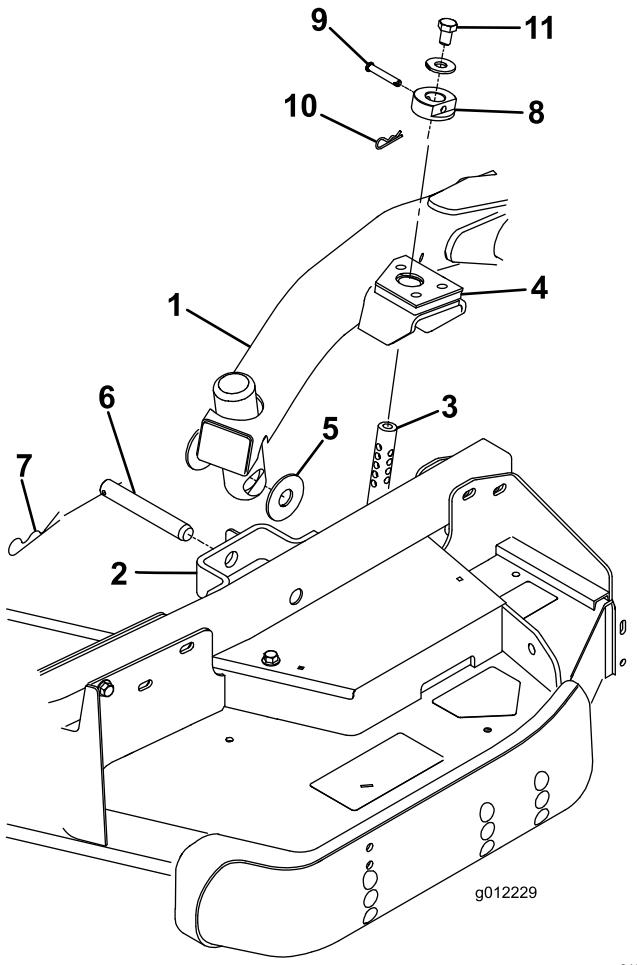

図 23
4. 昇降レバーをフロート位置にセットする。昇降アームを押し下げて、昇降アームについている穴とキャスタアームのブラケットについている穴を整列させ、昇降アームのパッドに刈高ロッドを挿入できるようにする図 23。
トの間にスラストワッシャを入れ図 23、コッターピンを、キャスタアームタブのスロットに差し込んで固定する。
9. 刈高ロッドに刈高カラーを取り付け、クレビスピンドルとヘアピンコッターで固定する図 23。クレビスピンドルは頭をデッキの前に向けておく。
10. 刈高ロッドのそれぞれの上部に、ボルト 1/2 x 3/4" とワッシャを取りつける図 23。